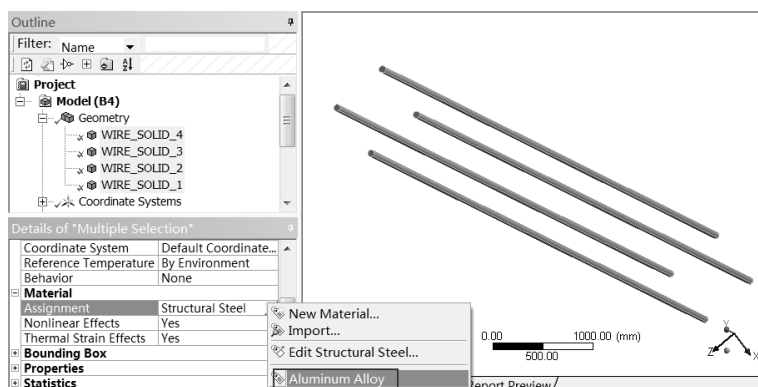

图 19-42 赋予材料属性
Step4: 赋予材料属性。选择如图 19-42 所示 Outline 中 Model (B4) Geometry 里面的四个模型, 在下面的 Details of “Multiple Selection” 面板的 Material Assignment 中选择 Aluminum Alloy 选项。